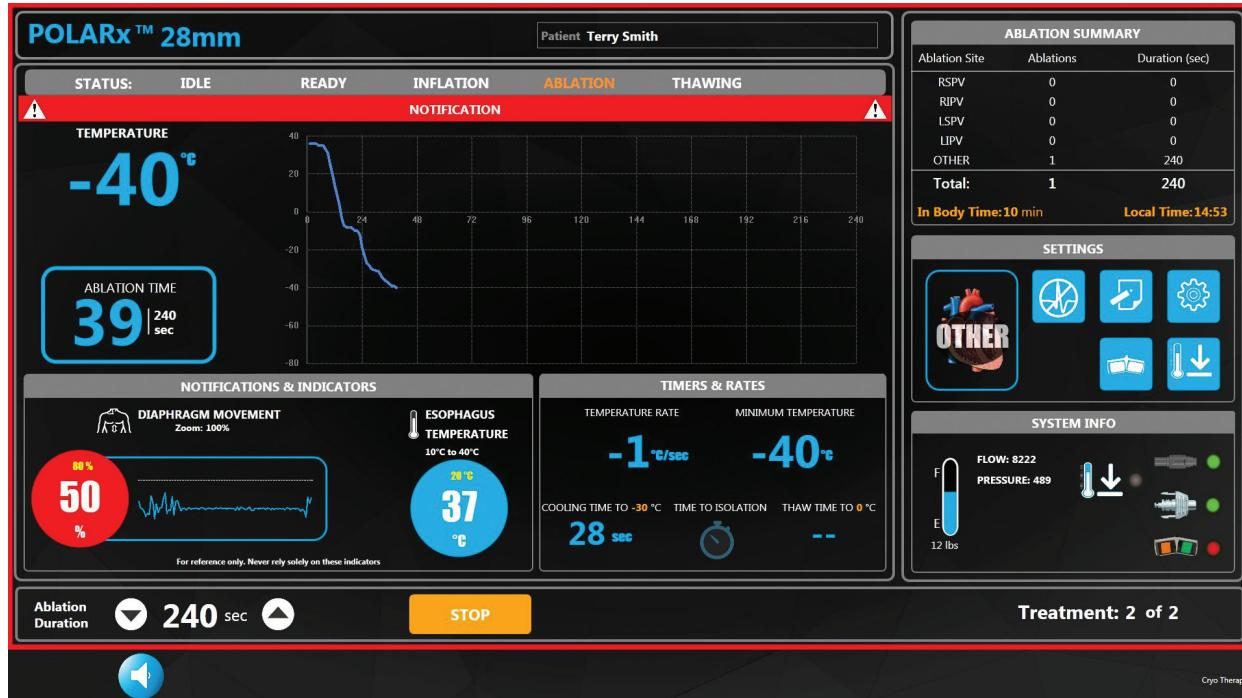

Figura 9: Alerta del sensor de movimiento del diafragma
f. Seleccione el valor numérico al lado de **Diaphragm Sensor Limit** (Límite del sensor del diafragma). Ajuste el límite del sensor del diafragma al porcentaje deseado con las flechas arriba/abajo. Cuando el porcentaje alcanza el valor escogido en este campo, la lectura del sensor del diafragma en la pantalla Therapy (Terapia) cambiará al color rojo y parpadeará, un borde rojo alrededor de la pantalla también parpadeará y la barra de título del gráfico de temperatura parpadeará de color rojo; se emitirá una notificación audible cuando el porcentaje alcanza el valor escogido en este campo (Figura 9). La alerta puede mostrarse durante la fase de ablación.
- Los datos del movimiento del diafragma se trazarán en el gráfico Diaphragm Movement (Movimiento del diafragma) y la amplitud actual se mostrará como porcentaje. El porcentaje se basa en la respuesta medida al comienzo de la fase de ablación y descenderá a medida que disminuya la respuesta del paciente a la señal de estimulación. Si el porcentaje alcanza el valor de referencia, el porcentaje de movimiento del diafragma actual se mostrará en un círculo rojo y parpadeará, un borde rojo alrededor de la pantalla también parpadeará, la barra de título del gráfico de temperatura parpadeará de color rojo y se emitirá una notificación audible (Figura 9). La alerta está presente durante la fase de ablación. Si la lectura del SMD es inferior al ajuste de sensibilidad del SMD, el gráfico del SMD indicará "No Pacing Detected" ("No se detectó estimulación"). El gráfico del SMD tiene una línea blanca que se ajusta al valor medio del SMD observado.